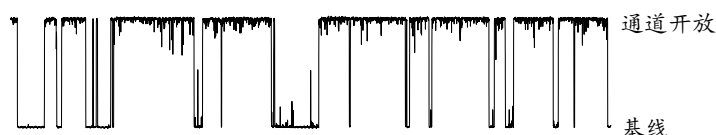

图 1. 单通道电流基线的确认
**（1）基线的确认：**全细胞记录时，通道开放的基线较易确认，但在单通道记录的数据中，由于通道的开放仅表现为矩形波，有时当单通道的开放时间较长、所记录的时间较短时，基线的位置往往难以确定。此时，要首先确定通道电流的上下方向，如果通道开放时电流的方向向上，则记录的数据中最负向的数据是基线位置（图1），反之亦然。当同时开放的通道数目较多且长时间持续开放时，基线的位置就更难确定，这必须在开始记录前明确好基线的零点位置，记录时要先记录一段基线，这样在记录过程中就不会对基线的位置发生混淆。